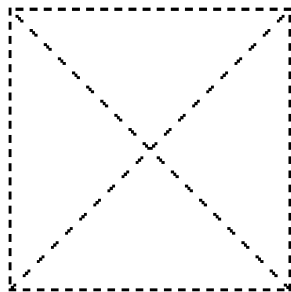

图 12-32 被隐藏的视图
(1) 在“FeatureManager 设计树”或图形区中右击要隐藏的视图。
(2) 在弹出的快捷菜单中选择“隐藏”命令, 此时, 视图被隐藏起来。当光标移动到该视图的位置时, 将只显示该视图的边界。
(3) 如果要查看工程图中隐藏视图的位置, 但不显示它们, 则选择菜单栏中的“视图”→“被隐藏的视图”命令, 此时被隐藏的视图将显示如图 12-32 所示的形状。